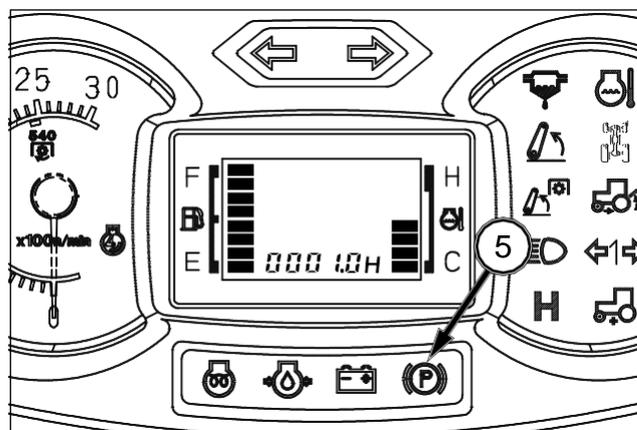

FIG. 65
OBSERVACIÓN: Cuando el freno de estacionamiento se encuentra activado, la luz del freno de estacionamiento (5) se enciende. (Consulte la fig. 65)